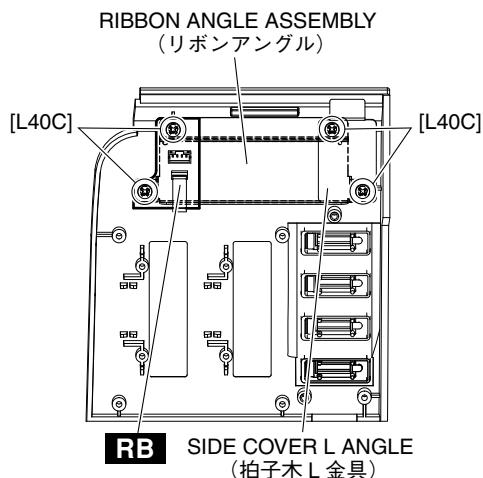
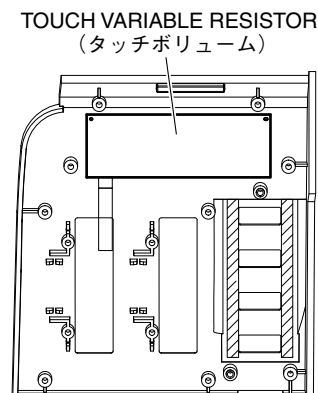

Fig. 14 (図 14)
Fig. 15 (図 15)
17-7. Remove the four (4) screws marked [L40C]. The RB circuit board, side cover L angle, ribbon angle assembly and touch variable resistor can then be removed. (Fig. 14, Fig. 15)
17-7. [L40C] のネジ 4 本を外して、RB シート、拍子木 L 金具、リボンアングル、タッチボリュームを外します。(図 14、図 15)